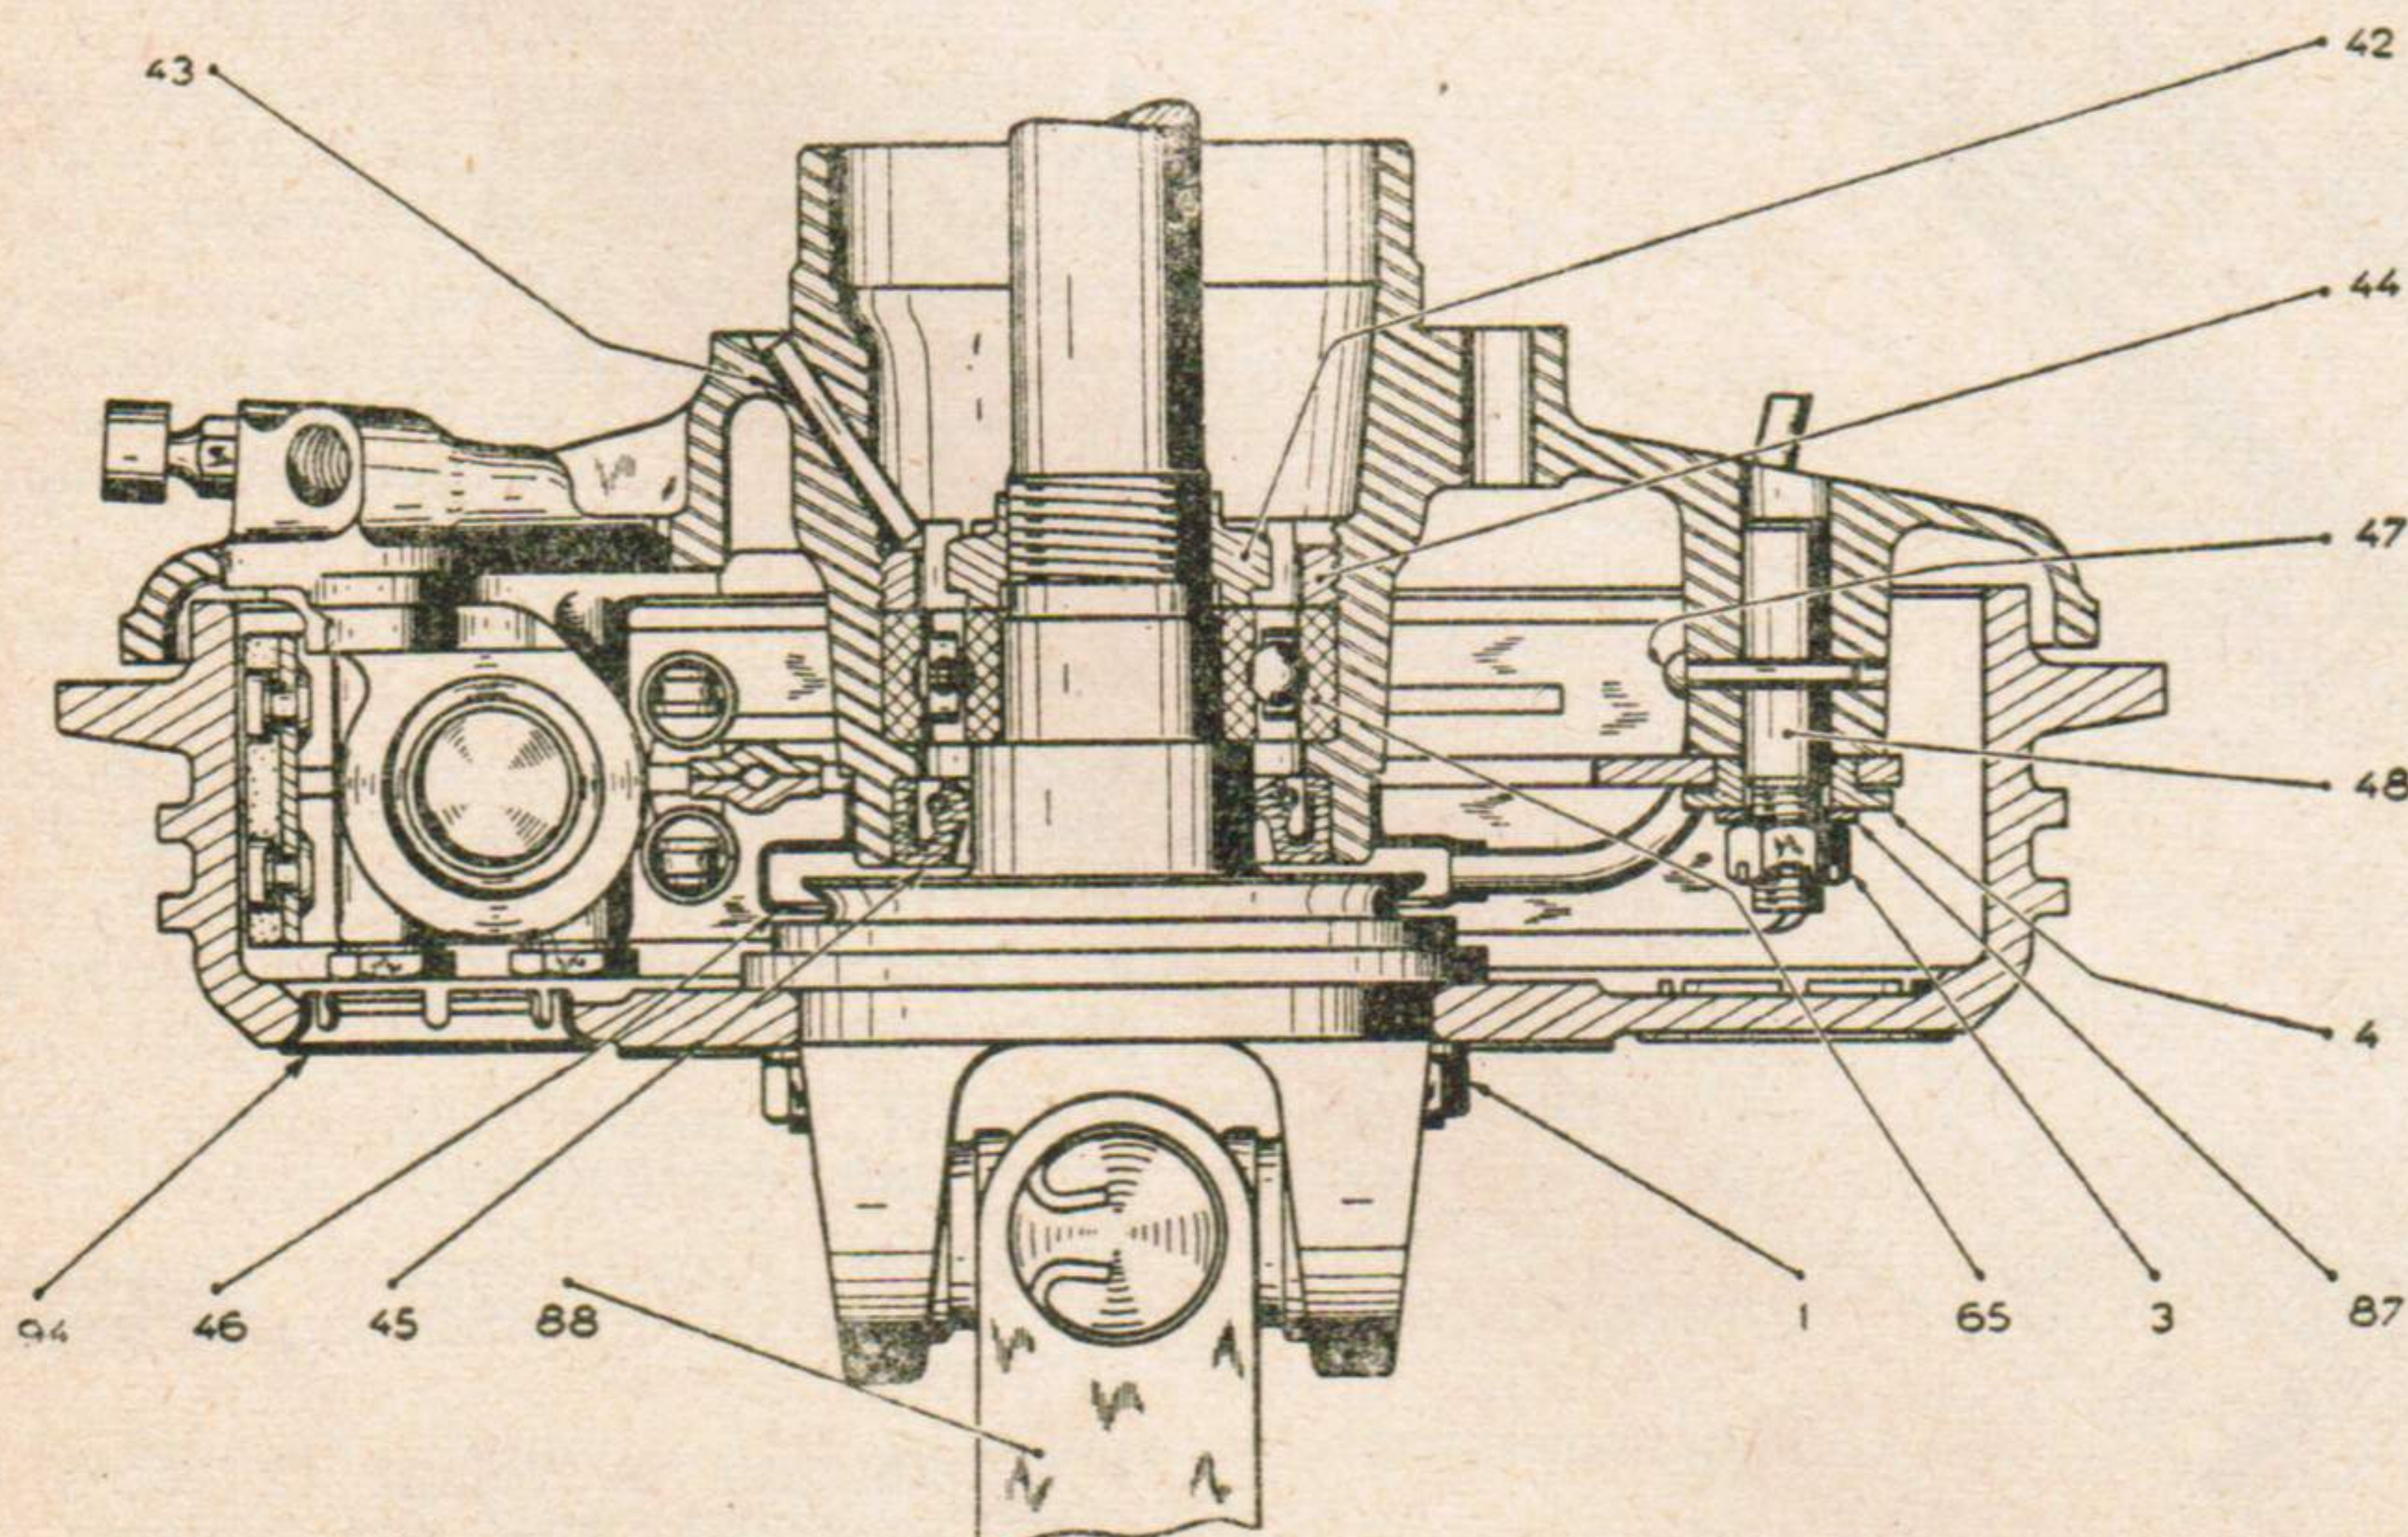

Fig. 44. — Coupe d'un plateau de frein AV (aluminium)
- Déposer le tambour de frein, en dévissant les quatre écrous (1) (figure 44). Dégager le tambour, en maintenant la mâchoire à coulisse perpendiculaire à ce dernier.
- Serrer les écrous (3) (figure 44) et les goupiller.
- Serrer les écrous (1) à 2,5 m.kg, par-dessus une rondelle éventail.
- Faire sauter, à l'aide d'un tournevis, un bouchon (94) (figure 44) de tambour de frein.
- Fixer le cylindre de roue en serrant les deux vis. Placer les deux excentriques de réglage (4), les deux rondelles plates (87) (figure 44); serrer, provisoirement, les écrous (3).
- Monter les deux pontets (2), supports des cames de réglage. Intercaler, entre le plateau et le pontet, les entretoises des segments, serrer les vis, avec rondelle grower sous tête.
- Faire sauter, au bédane, le métal de l'écrou rabattu dans le fraisage de l'arbre de différentiel. Dévisser l'écrou (42) (figure 44) de blocage du roulement.